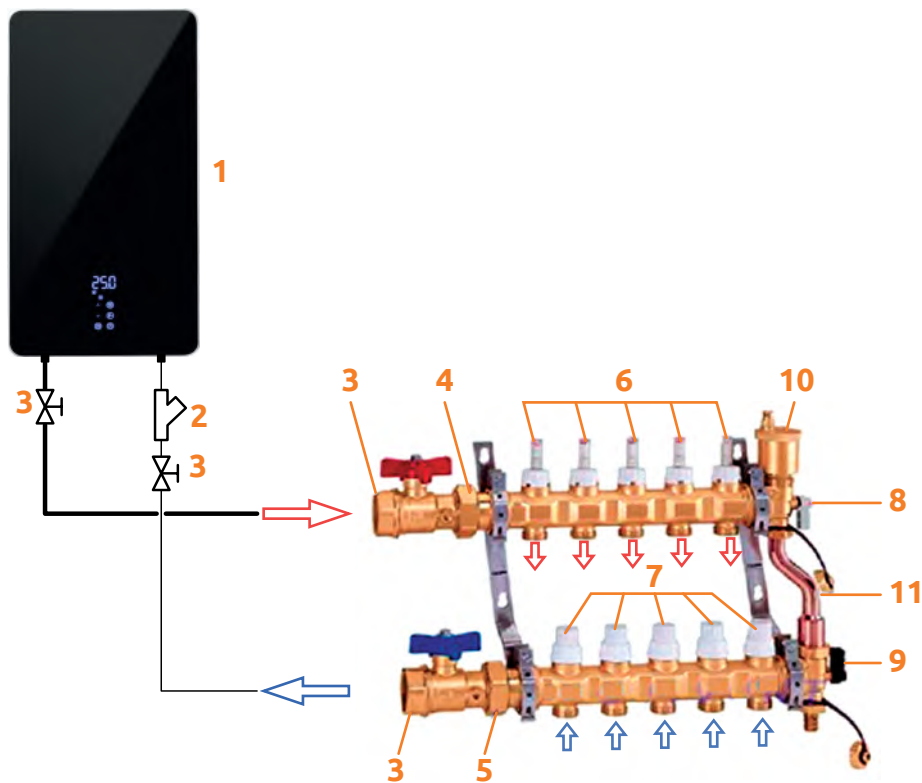

Figure 25 - Schéma de raccordement de la chaudière au plancher chauffant.
5.9.1 Lors de la connexion de la chaudière électrique SMART-WIFI à des systèmes de chauffage avec plancher chauffant (voir Figure 25), utilisez le collecteur de plancher chauffant avec des purges d'air obligatoires et une dérivation installée dessus. Si nécessaire, avec une grande surface de plancher chauffant, le collecteur du plancher chauffant est complété par une pompe de circulation.
Si la chaudière est installée dans un système de chauffage avec plancher chauffant sans conduits d'air supplémentaires sur le collecteur, comme indiqué dans la Figure 25, le consommateur perd le droit au service de garantie et le fabricant n'est pas responsable de la défaillance de la chaudière.
Les schémas présentés dans les Figures 25 ne sont pas un plan technique. Pour éviter un fonctionnement incorrect du système de chauffage, il est nécessaire d'installer et d'utiliser l'équipement conformément au plan technique.